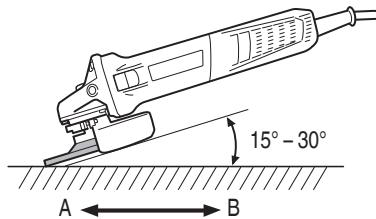

Fig. 5
5. Utiliser un angle de meulage correct. Meuler seulement avec le rebord de la meule en soulevant la meuleuse à disque de 15° à 30°, comme montré sur la Fig. 5.
Lors de l'utilisation d'une nouvelle meule à dépression centrale dans la direction A (Fig. 5), le rebord de la meule risque de couper la pièce à usiner. Dans ce cas meuler dans la direction B (Fig. 5).